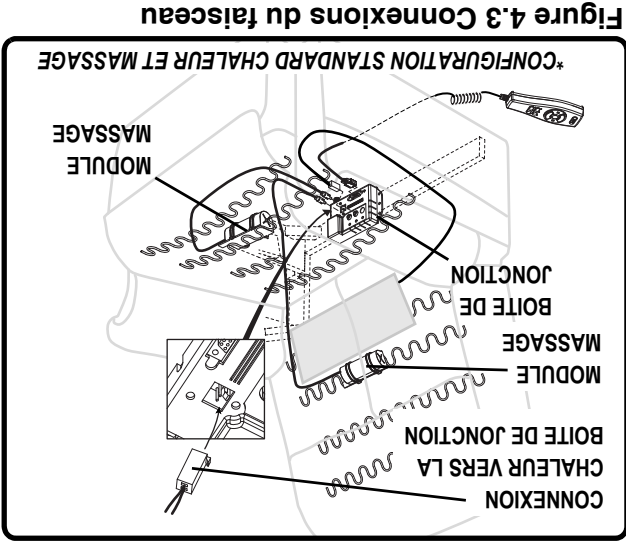

Figure 4.3 Connexions du faisceau
4. Connectez le faisceau de la manette de commande au fauteuil auto-souleveur et le faisceau de chaleur/massage (si équipé) au fauteuil auto-souleveur (Fig. 4.3).